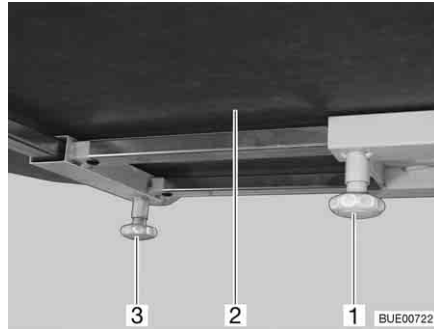

Fig. 114 Déplacer le plateau de table (alternative)
- Desserrer la vis moletée (Fig. 114,1).
- Déplacer le plateau de table (Fig. 114,2) dans la position désirée.
- Desserrer la vis moletée (Fig. 114,3).